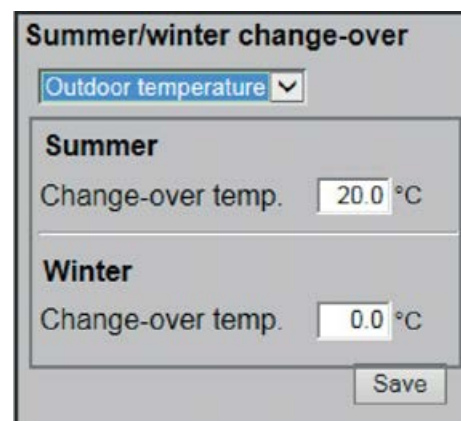

Fig. 33: Temperatura exterior
3. ▶ Si elige «*Temperatura exterior*» como tipo de control, también tiene que ajustar las temperaturas de cambio de verano e invierno (Fig. 33).